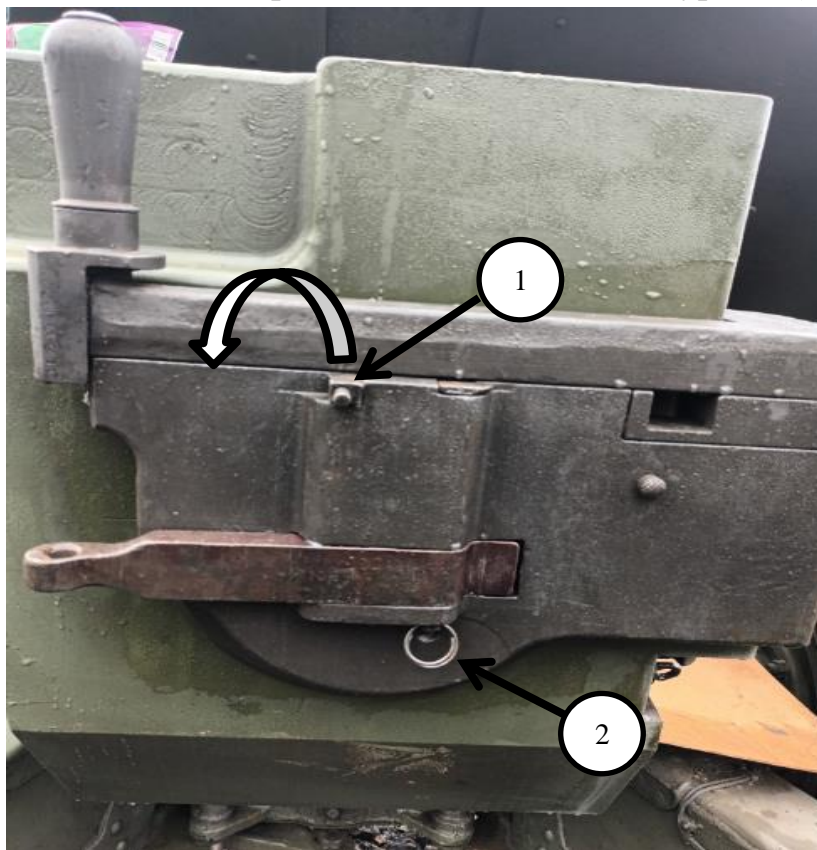

Рисунок 1
1. Поставить стопор походного положения курка **1** (Рис.1) в боевое положение.
2. Снять разводное кольцо **2** (Рис.1) с нижнего конца оси курка (Рис. 2).